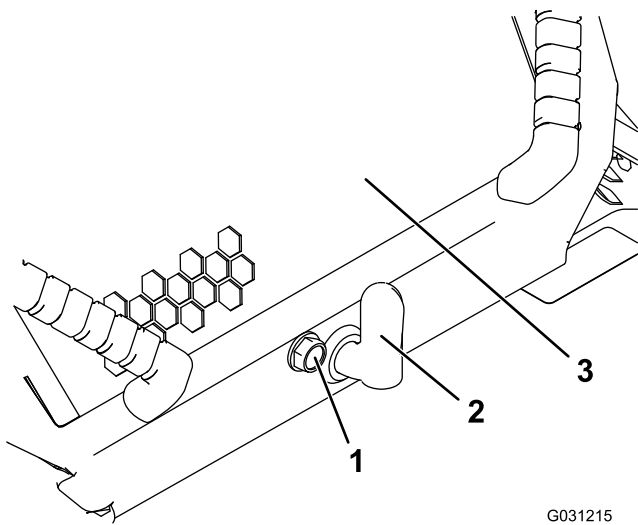

Figura 36
1. Afloje el tornillo de bloqueo del capó (Figura 36).
3. Apriete el tornillo de bloqueo del capó para bloquear el cierre (Figura 36).